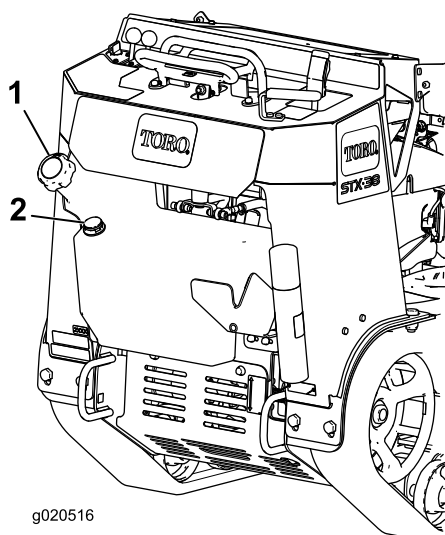

Figura 18
3. Pulite l'area intorno al tappo del serbatoio del carburante e togliete il tappo (Figura 18).